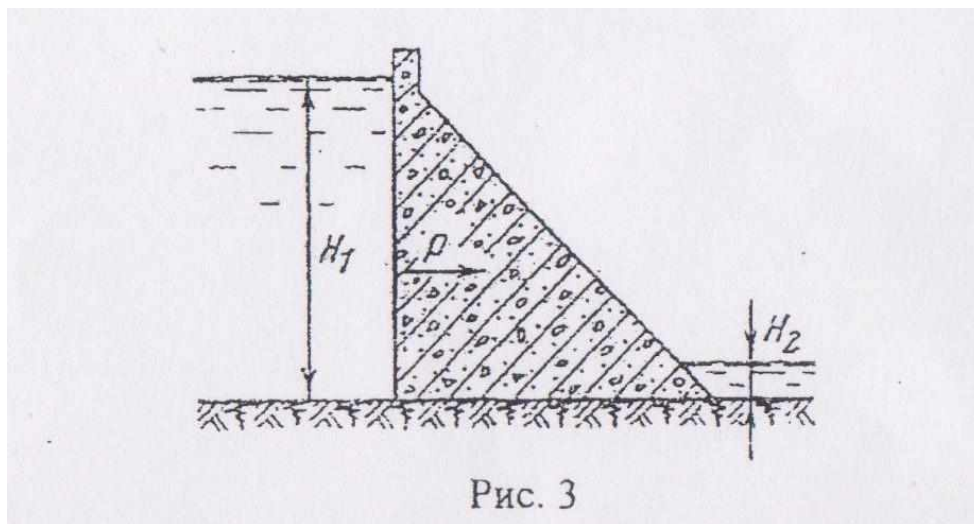

Рис. 3
12. Определить горизонтальную силу, действующую на плотину (рис. 3) длиной $L=1000\text{м}$ при высоте воды перед плотиной $H_1 = 100\text{м}$, а за платиной $H_2 = 10\text{м}$.